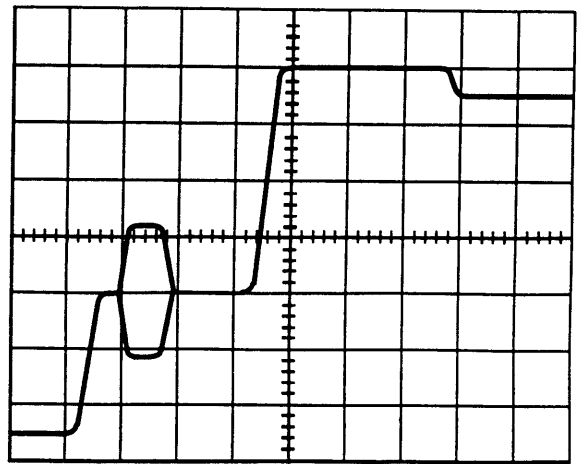

figure 15
- Abaisser le coefficient de balayage (18) à 2 µs/div. Le début de ligne est dilaté, le point de déclenchement est inchangé (impulsion de synchronisation ligne) (figure 15).